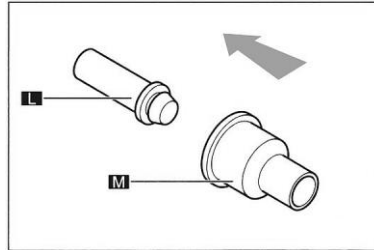

Fig. 30
1. For at samle taphanen, udfør trinnene vist i fig. 30 til 25 i omvendt rækkefølge (kapitel 6.2.5).
2. For at fastgøre håndtaget (F), skub stangen (D) indefra, indtil styrene kommer ud, indsæt derefter håndtaget (F) og slip langsomt stangen (D).